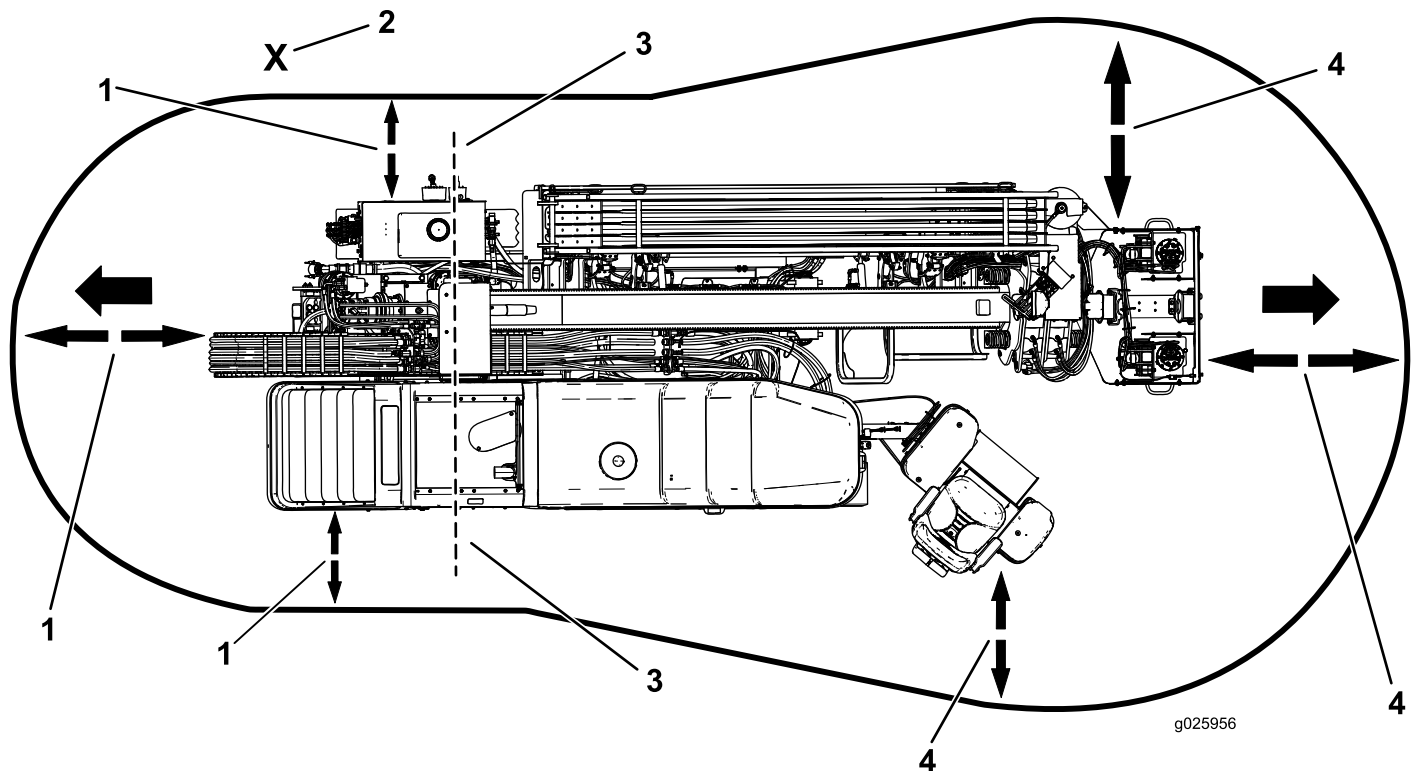

Figura 3
- Maneje el control remoto junto a la máquina, pero fuera de la zona de peligro (Figura 3).